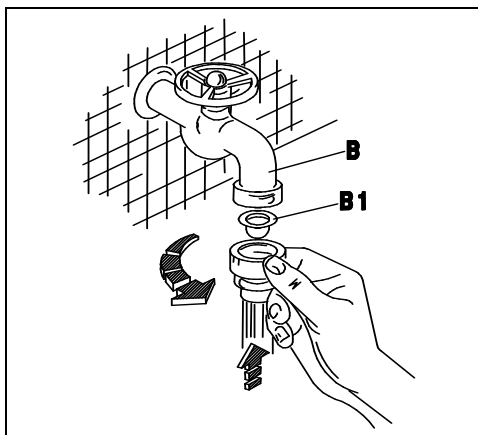
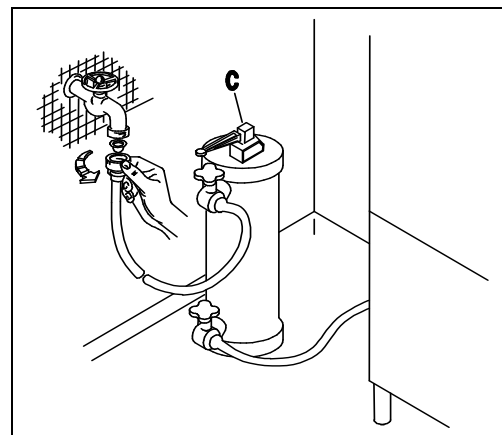
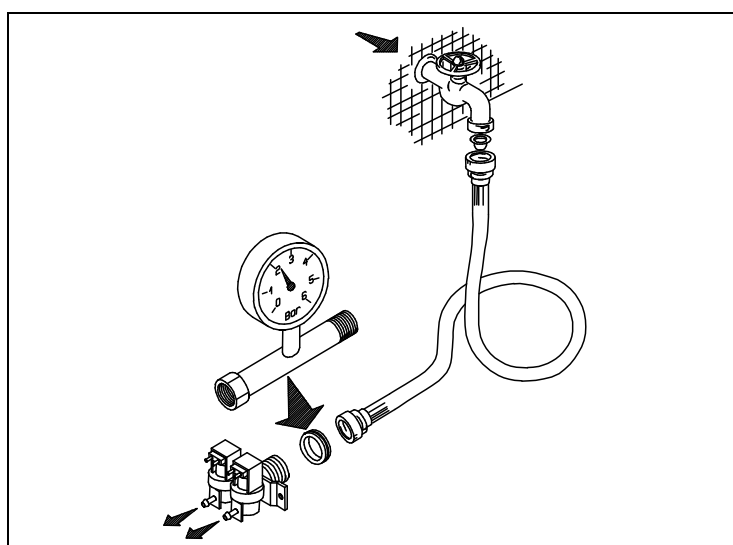
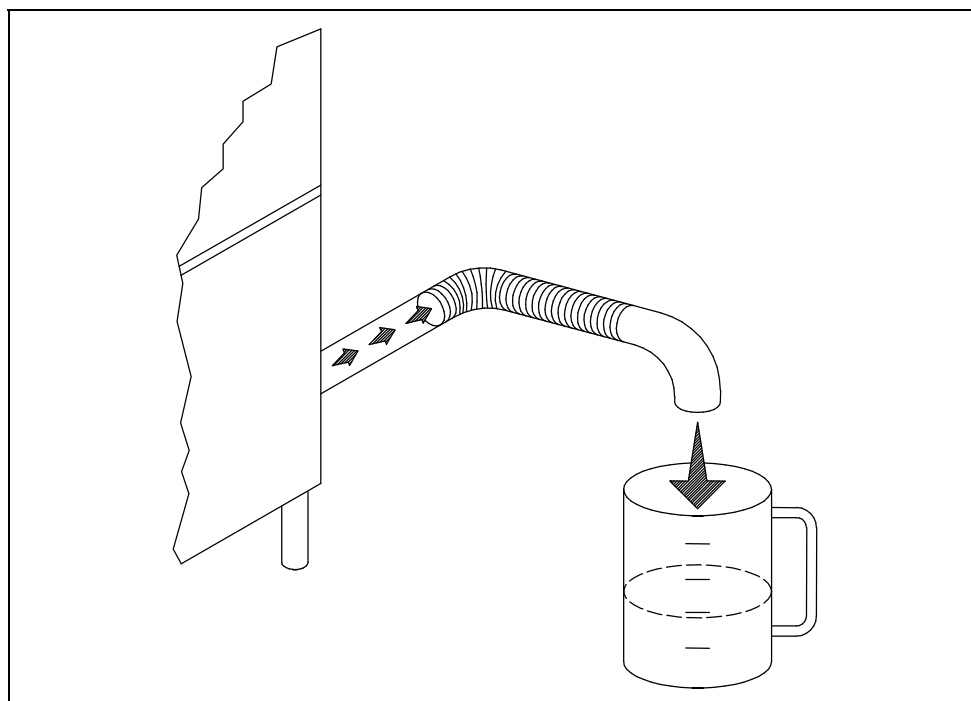

Fig. 2-2
Fig. 2-3
Fig. 2-4
Fig. 2-5
- L'apparecchio è previsto per l'allacciamento all'acqua fredda o calda (max. 50 ÷ 55 °C), con una pressione a valvola aperta come indicato nella Tab. 2-1. In caso di pressione superiore alla massima consigliata, bisogna installare un riduttore di pressione. In caso di pressione inferiore alla minima consigliata, bisogna installare una pompa di aumento pressione di max 0.5 Hp, con una portata di 20 L/min ed una prevalenza di 15÷20 mt. Il controllo della pressione deve essere effettuato all'ingresso dell'elettrovalvola (ved. fig.2-4). La condotta dell'acqua deve avere un diametro interno di almeno 16/18 mm (ved.fig.2-5). Collegare il tubo di carico acqua dell'apparecchio ad un rubinetto d'intercettazione (B),posto preferibilmente nelle immediate vicinanze dell'apparecchio, interponendo l'apposito filtro in dotazione (B1) (ved. fig.2-2). Si consiglia l'installazione di un decalcificatore (C) (non in dotazione), montato a monte dell' elettrovalvola della macchina (ved. fig.2-3).
- The appliance is designed for connection to the cold or hot water supply (max. 50-55°C) at a mains pressure with the valve open as shown in Table 2-1 and a minimum output of 10 litres/min. If pressure exceeds the maximum, fit a pressure reducer. If pressure is lower than the minimum, fit a pressure booster pump of max. 0.5 HP, with an output of 20 litres/min. and a head of 15÷20 metres. Pressure must be measured at the solenoid valve inlet (see fig. 2-4). The water pipes must have an internal diameter of at least 16/18 mm (see fig. 2-5). Connect the appliance water supply pipe to a cut-out tap (B), preferably placed close to the appliance, fitting the special filter provided (B1) (see fig. 2-2). We recommend fitting a water softener (C) (not provided) upstream from the machine solenoid valve (see fig. 2-3).
- Das Gerät ist für den Anschluss an Warm-und Kaltwasser (max. 50-55°C) vorgesehen, wobei der Druck bei offenem Ventil dem in Tab. 2-1. Bei höherem Druck als dem empfohlenen einen Druckminderer installieren. Bei niedrigeren Druck als empfohlen eine Druckerhöhungspumpe mit max. 0,5 PS , einer Förderleistung von 20l/min und einer Förderhöhe von 15-20m installieren. Die Druckkontrolle muss am Eingang des Elektroventils erfolgen (siehe Bild 2-4). Die Wasserleitung muss einen Innendurchmesser von mindestens 16/18 mm aufweisen (siehe Bild 2-5). Den Zulaufschlauch des Gerätes an einen möglichst nahegelegenen Wasserhahn (B) anschliessen und den vorgesehenen Filter (B1) anbringen (siehe Bild 2-2). Der Einbau eines Etkalkers (C) wird empfohlen; dieser gehört nicht zur Ausstattung und muss vor dem Elektroventil der Maschine eingebaut werden. (siehe Bild 2-3).
- L'appareil peut être raccordé à l'eau froide ou chaude (50:55°C max) à une pression, soupape ouverte, comme indiqué dans le tableau 2-1. Si la pression dépasse la pression maximum conseillée, il faut installer un réducteur de pression. Si la pression est inférieure à la pression minimum conseillée, il faut installer une pompe pour faire augmenter la pression de 0,5 Hp max., à un débit de 20 litres /min et à une hauteur d'élévation de 15-20 m. Le contrôle de la pression sera effectué à l'entrée de l'électrovanne (voir fig. 2-4). Les conduites d'eau auront un diamètre interne d'au moins 16/18 mm (voir fig. 2-5). Raccorder la conduite d'arrivée de l'eau de l'appareil à un robinet secondaire (B), installé si possible tout près de l'appareil, après avoir intercalé le filtre spécial fourni (B1) (voir fig. 2-2). Nous conseillons d'installer un adoucisseur (C) (non fourni) qui sera monté en amont de l'électrovanne de la machine (voir fig. 2-3).
- Este aparato se puede alimentar con agua caliente o fría (máx. 50 ÷ 55°C); la presión del agua con válvula abierta está indicada en la tabla 2-1. En caso de que la presión fuera superior a la máxima que se aconseja, instale un reductor de presión; si fuera demasiado baja, instale una bomba de aumento de presión de 0,5 Hp (máximo), con un caudal de 20 litros por minuto y una altura de elevación de 15 a 20 m. El control de la presión se debe efectuar en la entrada de la electroválvula (véase fig. 2-4). La tubería del agua debe tener un diámetro interior de 16-18 m. por lo menos (véase fig. 2-5). Conecte el tubo de alimentación del agua del aparato a un grifo de paso (B), que irá montado preferentemente muy cerca del aparato, tras interponer el filtro (B1) del equipamiento base (véase fig. 2-2). Es aconsejable instalar un descalcificador (C) (que no forma parte del equipamiento base). El descalcificador irá montado antes de la electroválvula de la máquina (véase fig. 2-3).